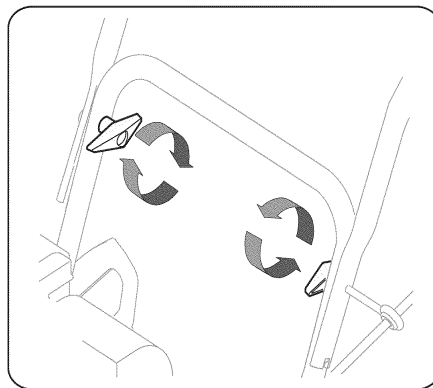

Рис. 2
3. Затяните фиксаторы, расположенные на правой и левой стороне ручки (См. Рис. 2). Снимите и выбросьте все резинки, если они есть. Они используются только для упаковки и транспортировки.